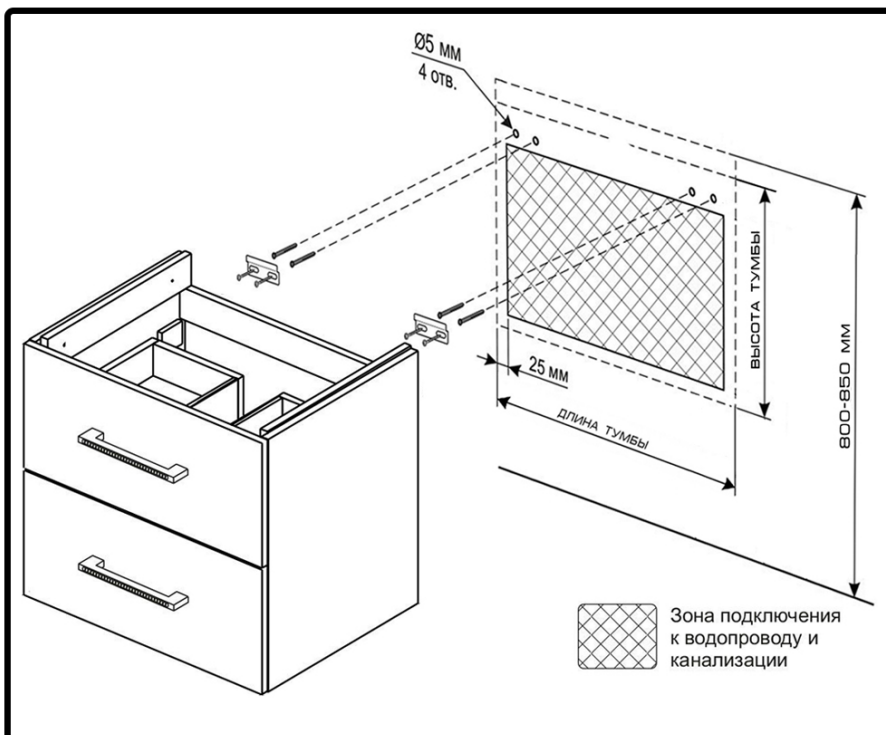

**РИС.7 КРЕПЛЕНИЕ ПЛАНОК ДЛЯ НАВЕСОВ**
- Затем отмечают точки крепежа. Далее по меткам сверлятся отверстия, куда устанавливаются дюбели. Планки для навесов закрепляются с помощью саморезов (**рис.7**).